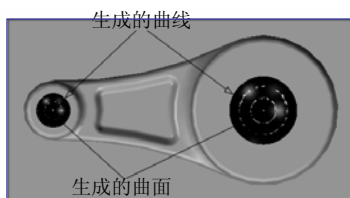

图 3-68 生成的曲线与曲面
1) 设定加工范围(生成曲线): 选择下拉菜单“造型”→“曲线生成”→“相关线”, 或直接单击“曲线生成栏”中的按钮 , 在立即菜单中选取“实体边界”方式, 根据状态栏提示, 依次选取两个球面与底面的交线, 单击右键完成操作, 如图 3-68 所示。
2) 生成加工曲面: 选择下拉菜单“造型”→“曲面生成”→“实体表面”, 或直接单击“曲面生成”栏中的按钮 , 根据状态栏提示, 依次选取两个球面, 单击右键完成操作, 如图 3-68 所示。